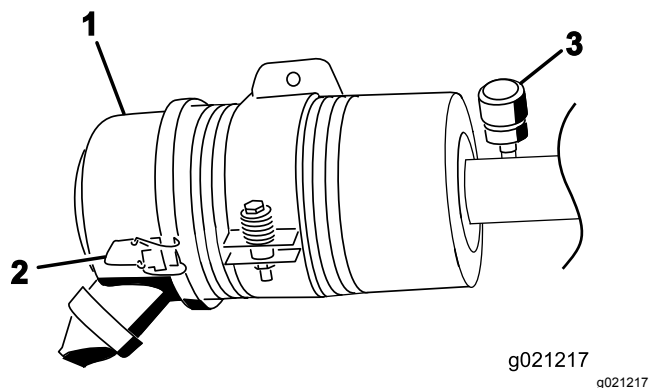

Figure 57
Faites l'entretien du filtre à air uniquement quand l'indicateur de colmatage (Figure 57) indique que cela est nécessaire. Changer le filtre à air prématurément ne fait qu'accroître le risque de contamination du moteur par des impuretés quand le filtre est déposé.
1. Desserrez les fixations qui maintiennent le couvercle sur le corps du filtre à air (Figure 57).